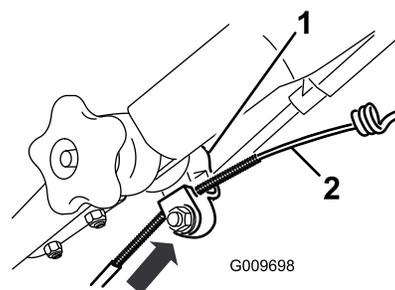

Рисунок 44
**Примечание:** Можно приставить линейку к верхней стороне черного кронштейна тросика и измерить, насколько перемещается верхний конец оболочки тросика (Рисунок 44).